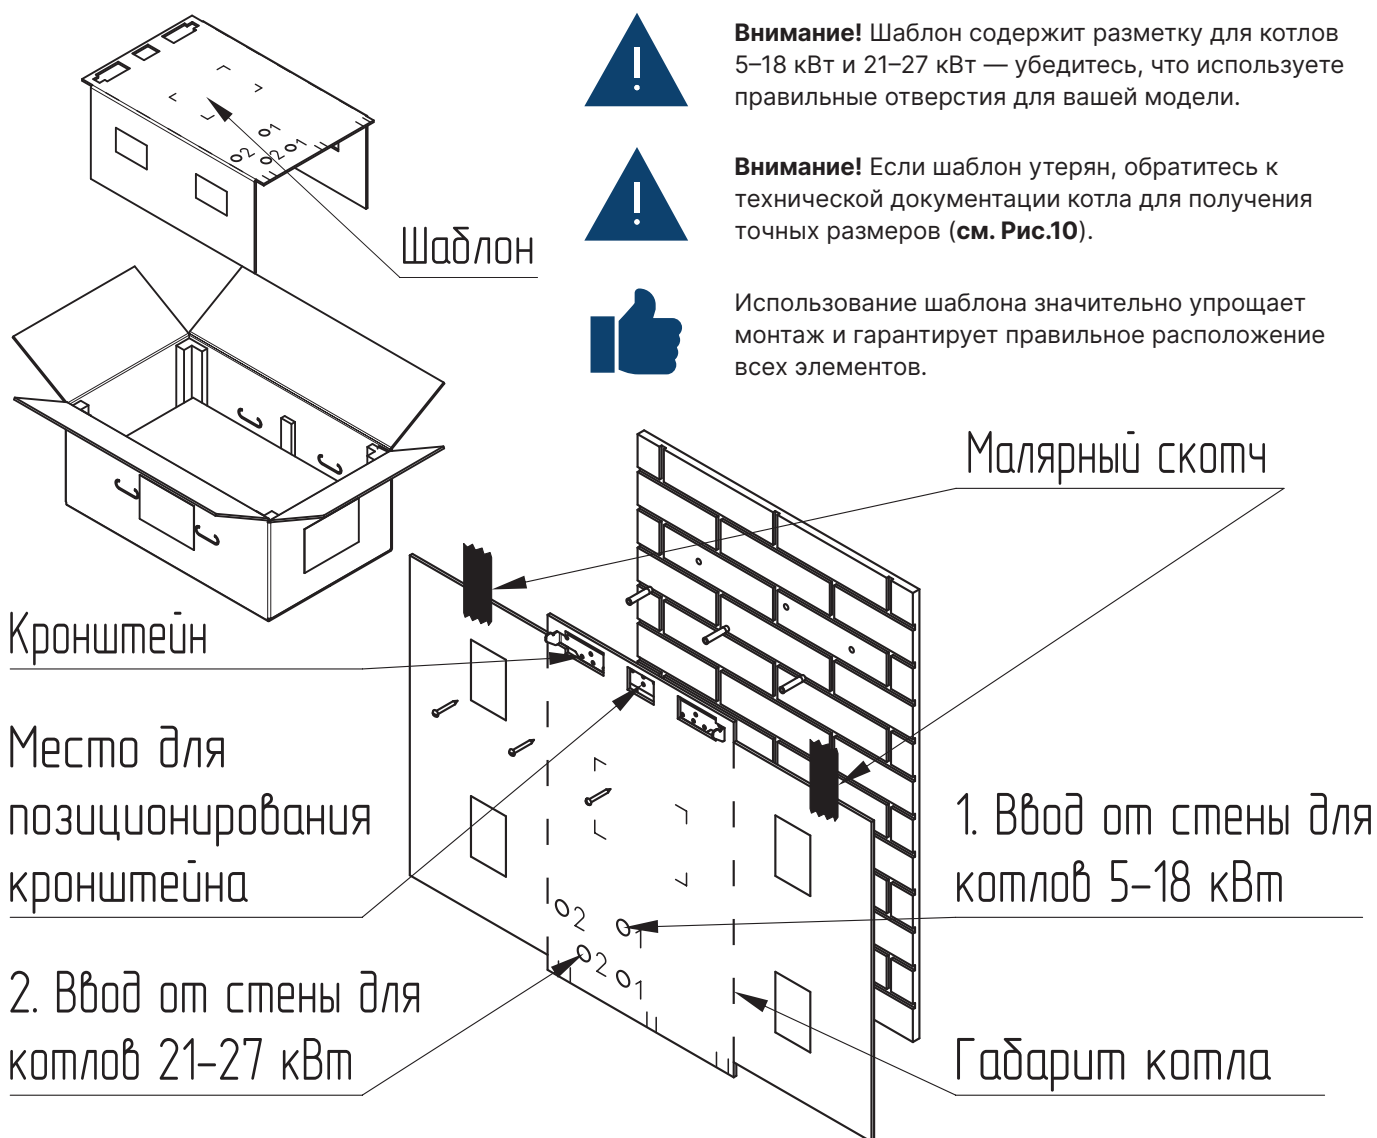

Рис.7 Шаблон для установки котла
Для удобства установки котла в комплекте предусмотрен монтажный шаблон (**Рис.7**), расположенный на П-образной вставке упаковки.
- Установите настенный кронштейн в специальные вырезы шаблона (**см. Рис.7**);